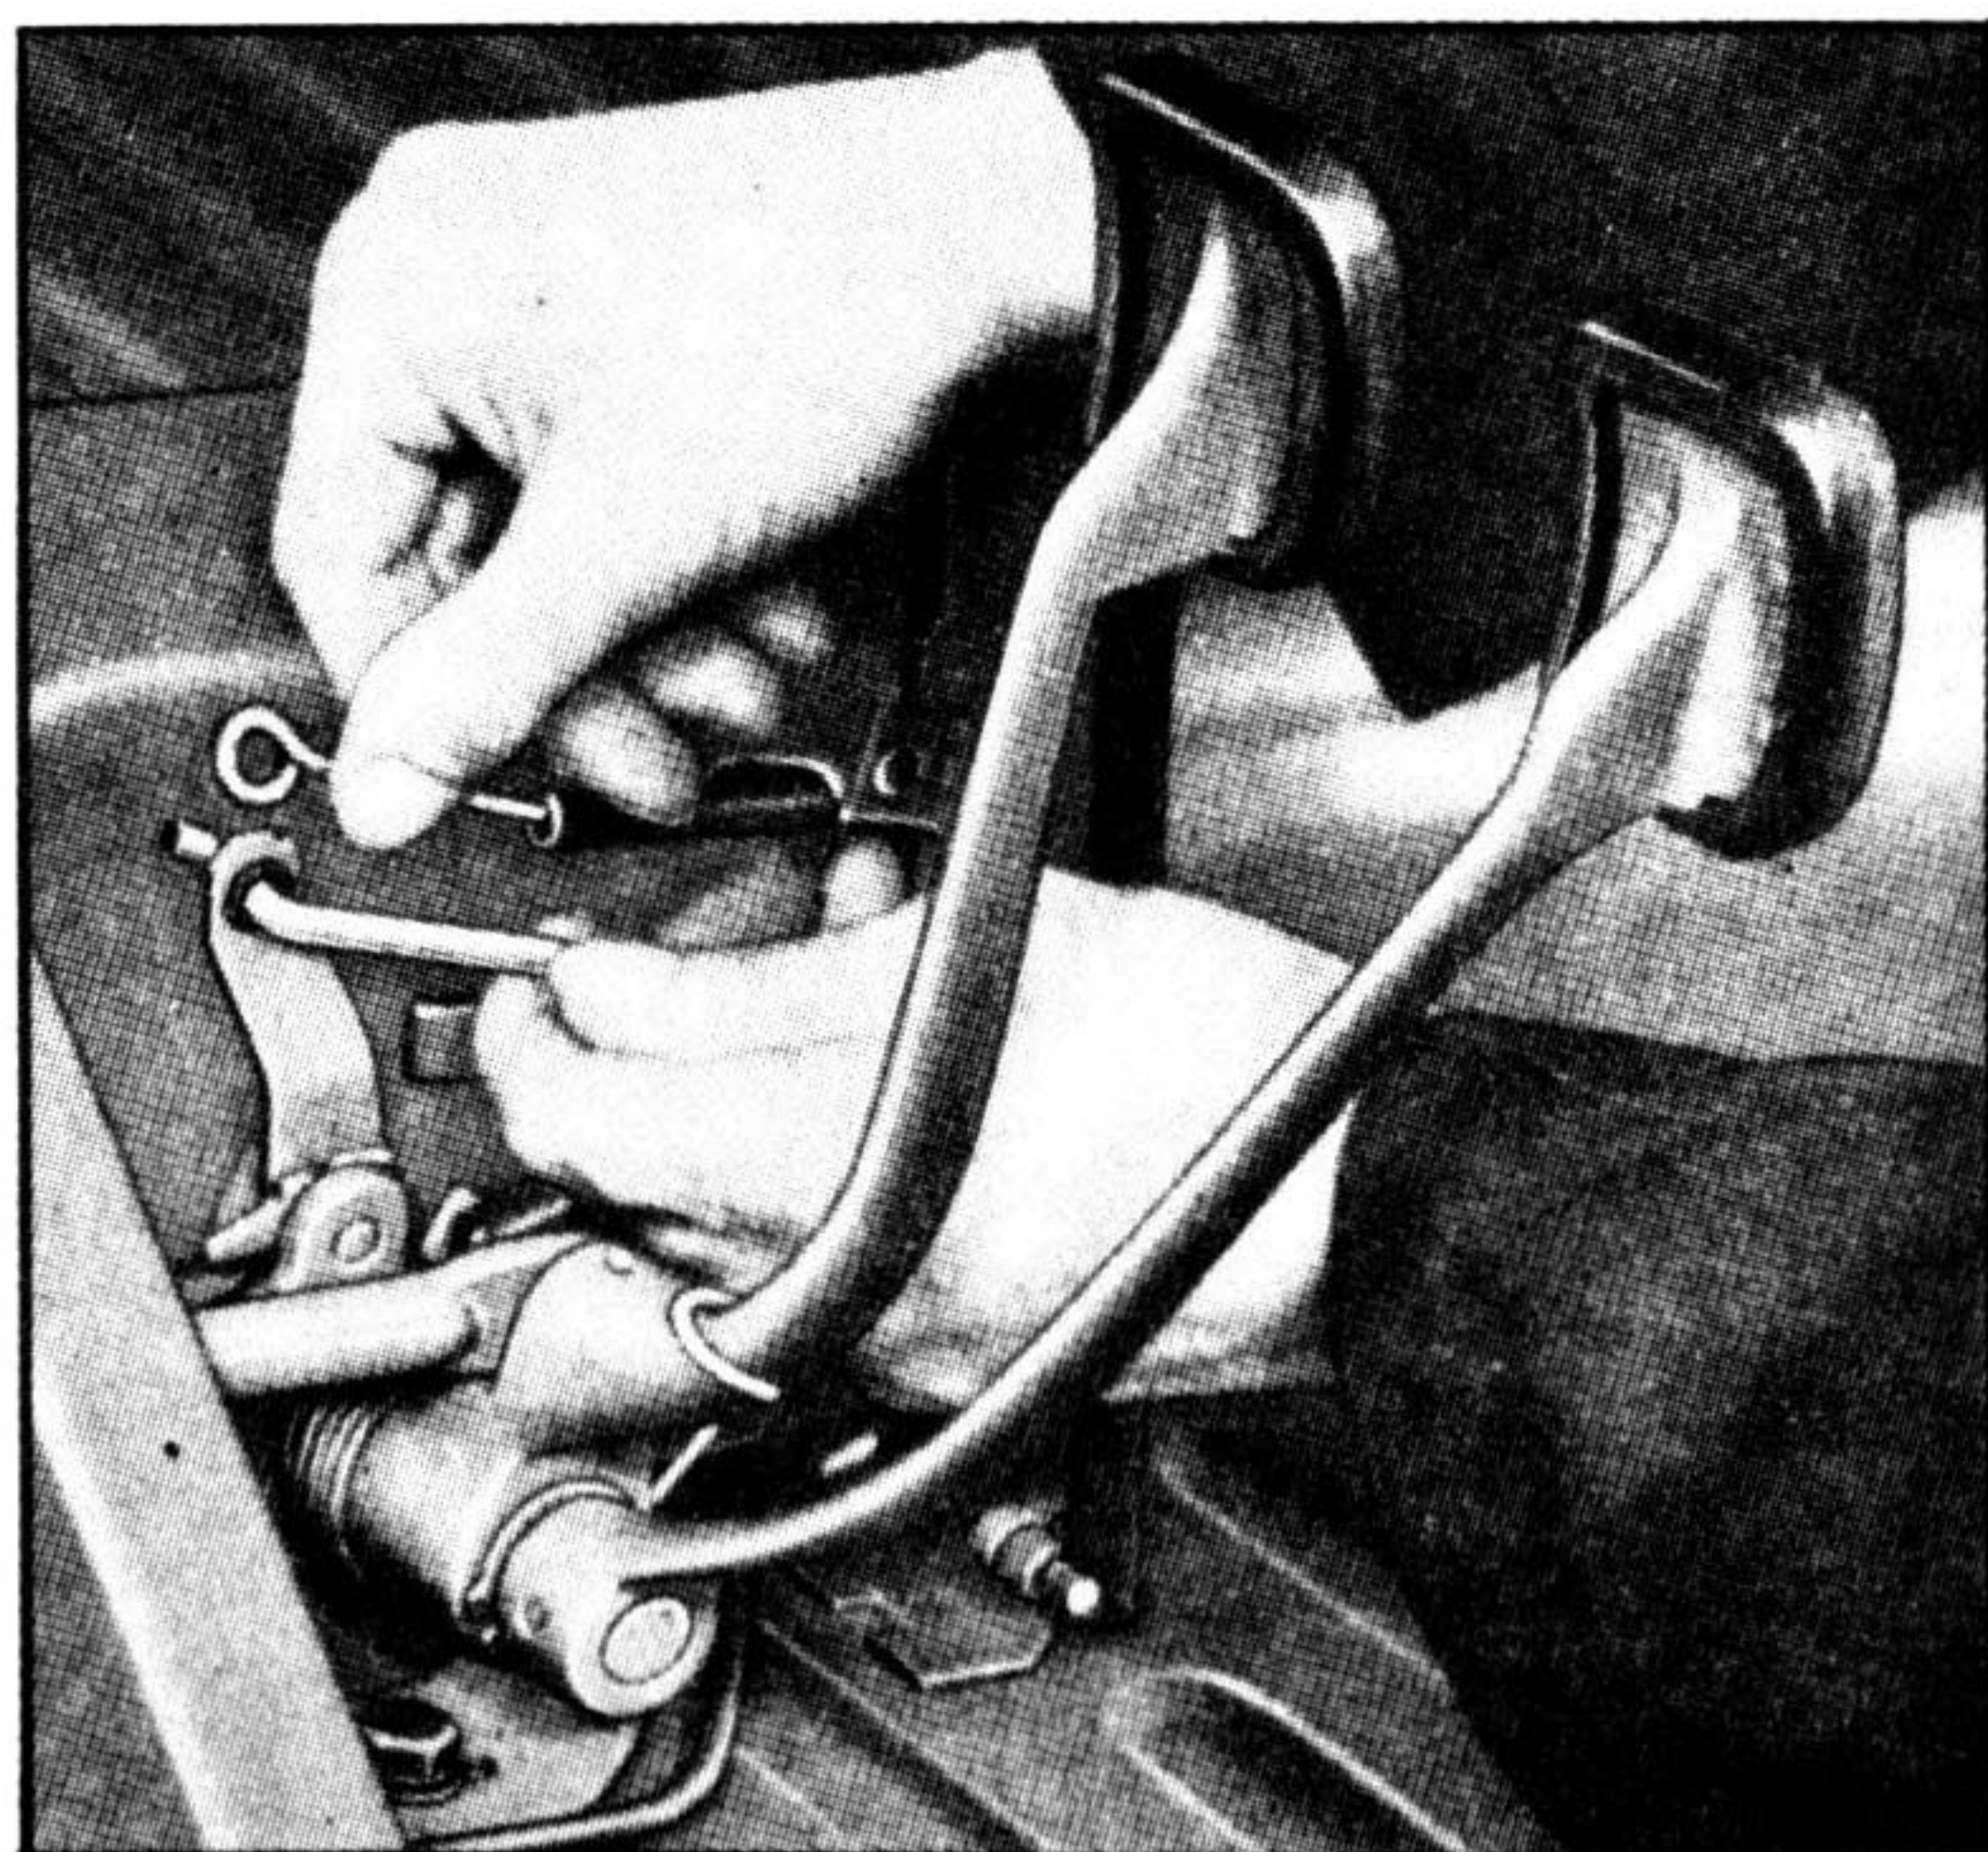

Fig. 21 -E
- 1) — Retira-se o parafuso (6) que prende o cabo (2) a alavanca da válvula borboleta.
- 2) — Retira-se o prato da mola (5), a luva, (4) e a mola (3) (Modelos "1 200" — 36 HP)
- 3) — No Sedan e no Karmann Ghia, solta-se a varêta de pressão do pedal e retira-se o cabo do pedal do acelerador (Fig. 21-E).